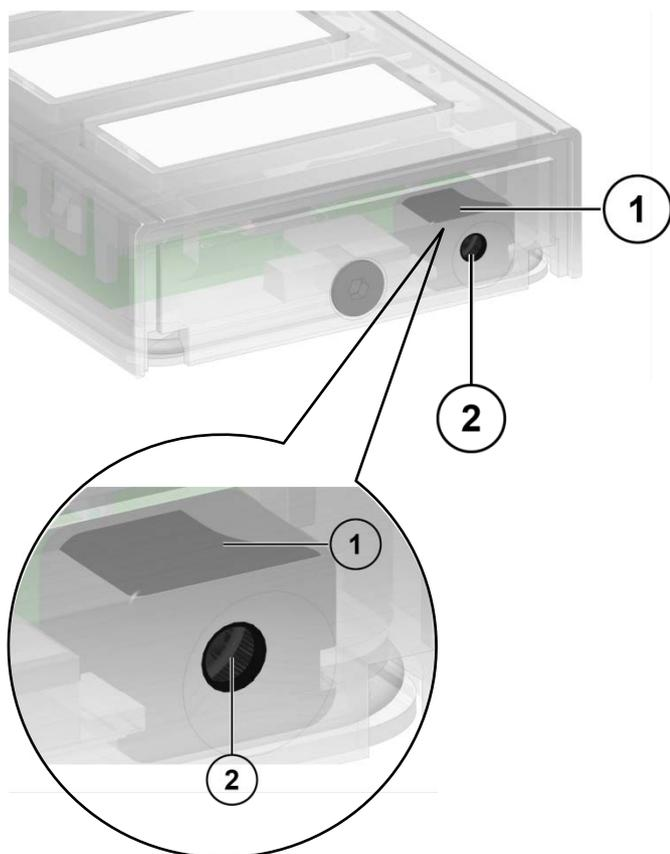

Abb. 7: Position Mikrofon
Achten Sie bei der Montage darauf, dass das Mikrofon (1) korrekt über der Mikrofonöffnung (2) im Gehäuseoberteil sitzt, siehe Abb.: 7.